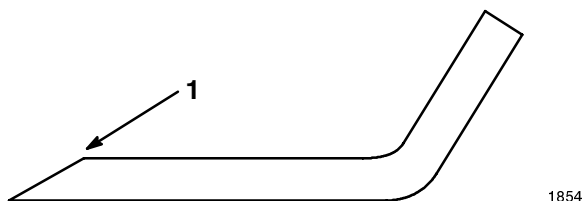

Abbildung 35
1. Die Schneidkante an beiden Enden des Schnitmessers mit einer Feile schärfen (Abb. 35). Den ursprünglichen Winkel beibehalten. Das Schnitmesser behält seine Balance bei, wenn von beiden Schneidkanten die gleiche Materialmenge entfernt wird.